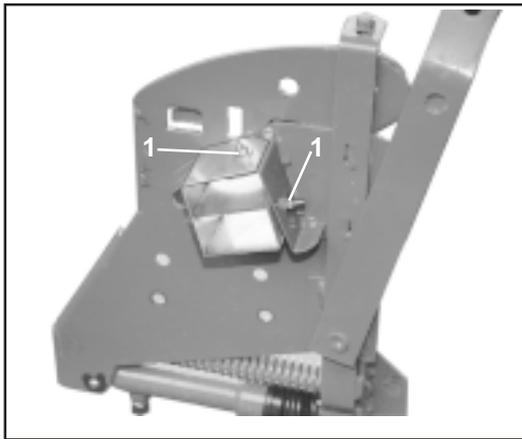

Рис. 10.25
- Начертите и просверлите 2 отверстия ш 9 мм и закрепите при помощи винтов с полукруглой низкой головкой М 6 (Рис. 10.25/1).